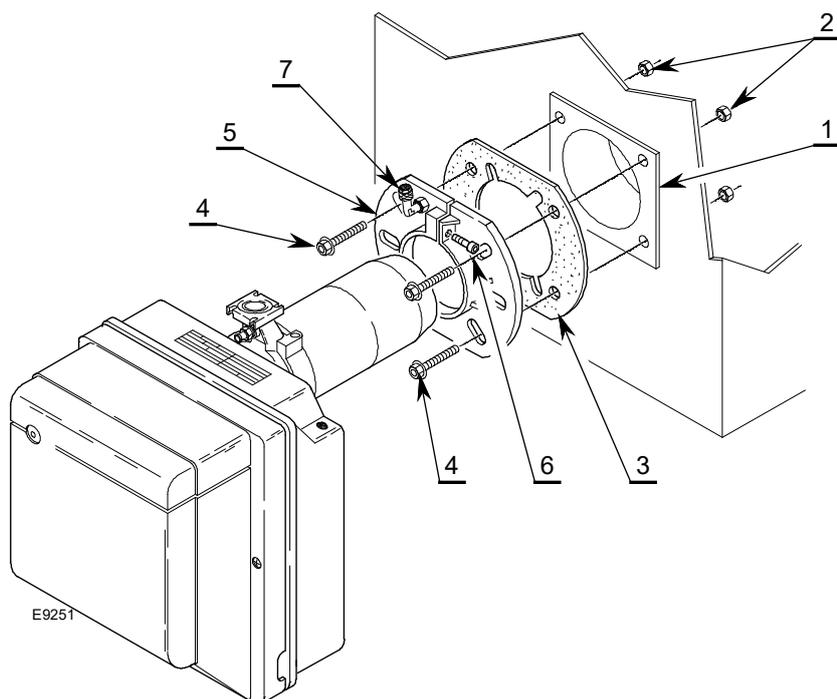

Fig. 10
- Monter la prise de pression 7) fournie avec le brûleur sur la bride 5)(Fig. 10).
- Fixer la bride 5) à la porte de la chaudière 1) (Fig. 10) avec les vis 4) et (si nécessaire) les écrous 2), en intercalant l'écran isolant 3); maintenir toutefois une des deux vis supérieures 4) desserrée.